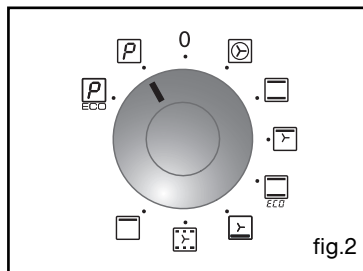

fig.2
position **PECO** "Pyrolyse ECO" (fig.2).
- Appuyez sur la touche + ou - pour régler l'heure de fin souhaitée (fig.2).